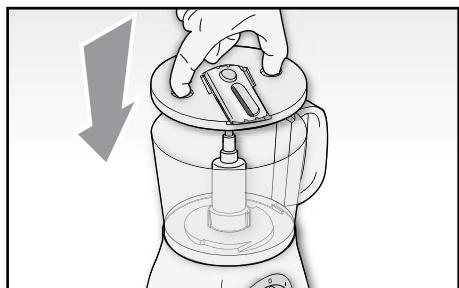

Fig. 10
- Montare il disco porta lame (I) completo sul perno motore (C), afferrandolo dagli appositi occhielli, con la lama rivolta verso l'altro (Fig. 10).